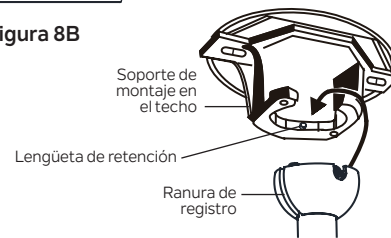

Figura 9
Paso 10. Levante el conjunto del motor a su posición y coloque la bola de suspensión en el receptáculo del soporte de montaje en el techo. Gire todo el conjunto hasta que la "lengüeta de retención" haya caído en la "ranura de registro" y se asiente firmemente. **(Figura 9)**